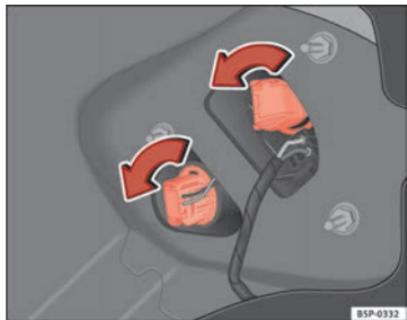

Abb. 187 Rücklichter an der Karosserie
- Drehen Sie den Lampenträger nach links ⇒ Abb. 187.